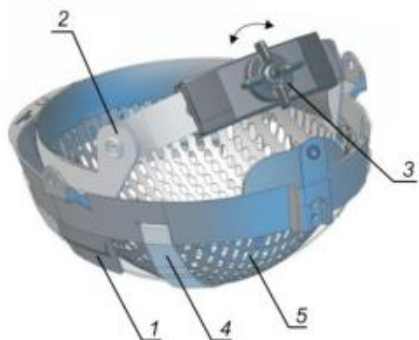

图14, 头盔佩带平衡性的调节
3. 用旋钮(图14中3位置)来调节帽箍的长度—按顺时针方向旋转会使帽箍长度变短。
- a) 通过改变帽箍(图14中2位置)在支撑托(图14中2位置)上的四个魔术贴的不同位置；